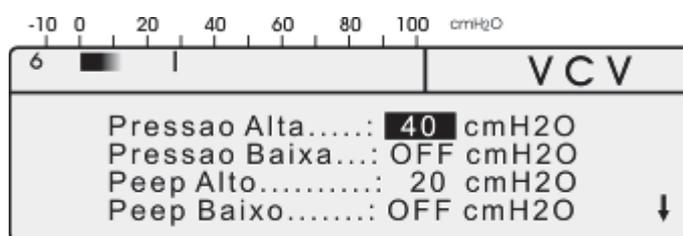

Figura 7.7: Tela de configuração com o parâmetro “pressão alta” em destaque no display.
1. Pressionar a tecla MENU (9) para que a tela de configuração apareça no display (1). O primeiro valor é colocado em destaque (Figura 7.7).
6. Pressionar a tecla MENU (9) para retornar à tela principal.